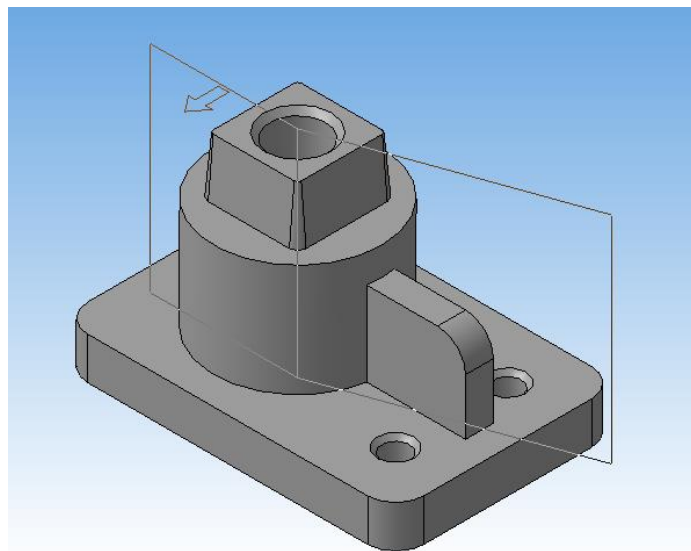

Рисунок 46.
. Появится фантом секущей плоскости (рисунок 46).
1. Удаляем сечение по эскизу. В результате получается рисунок 46.